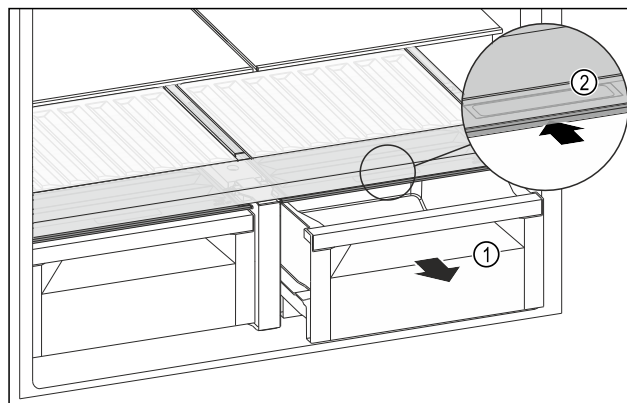

Fig. 141
- ▶ Изтеглете чекмеджето Fig. 141 (1).
- ▶ Хванете вдлъбнатия захват Fig. 141 (2) на капака на отделението и едновременно с това избутайте назад капака на отделението.